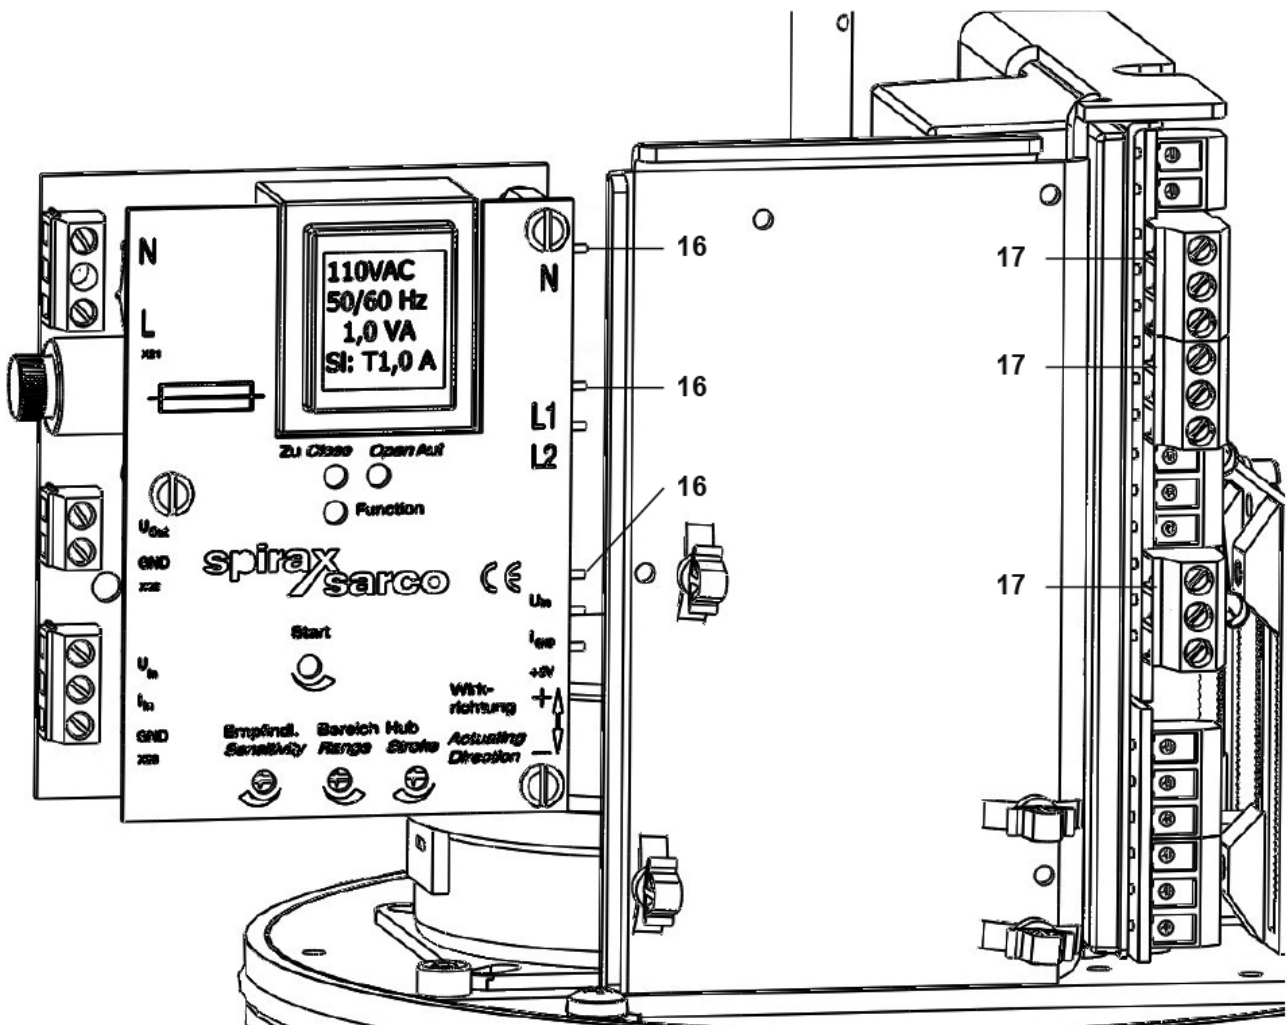

Fig. 10
3.4 Montage de la carte de positionneur (Fig. 10)